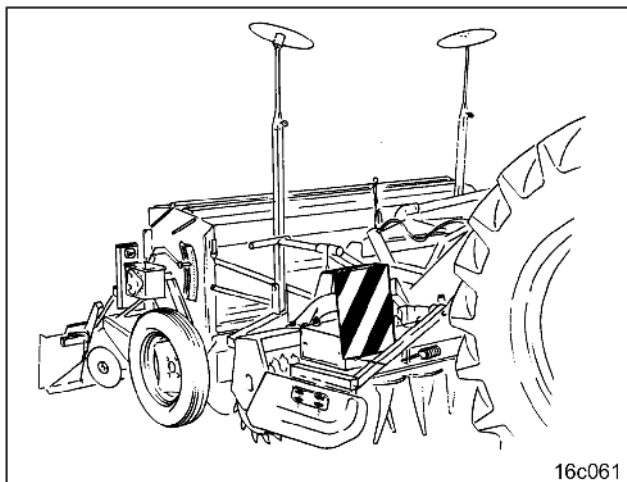

Fig. 113
- Angehängte Maschinen vorne (Fig. 113) und